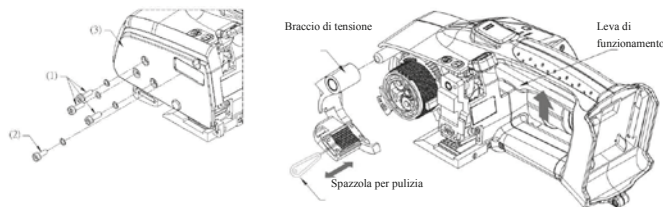

FIG. 18. Pulizia del morsetto reggetta
7.2.2 Metodo di pulizia completa: (Fare riferimento alla FIG. 18)